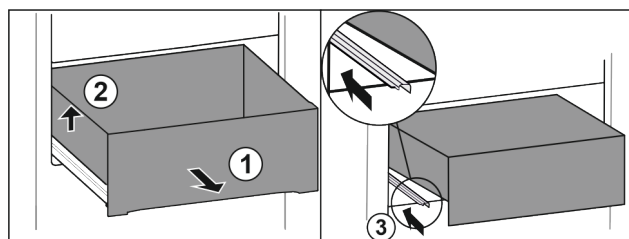

Fig. 92
- ▶ Tõmmake sahtel piirajani välja. Fig. 92 (1)
- ▶ Tõstke sahtel vasakult üles. Fig. 92 (2)
- ▶ Lükake vasak siin sisse. Fig. 92 (3)